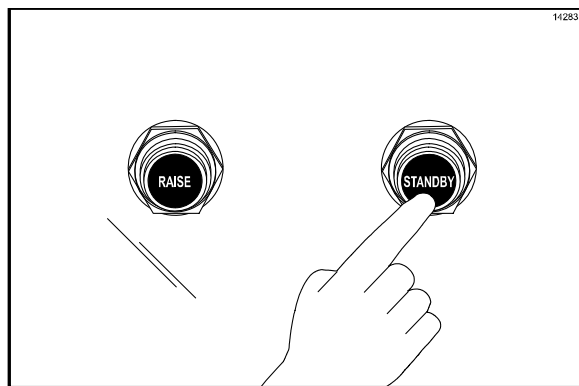

Рисунок 50
32. Нажмите на черную кнопку "ОЖИДАНИЕ", чтобы опустить центральную плиту. Промойте обе стороны верхней центральной плиты. (См. рис. 50)